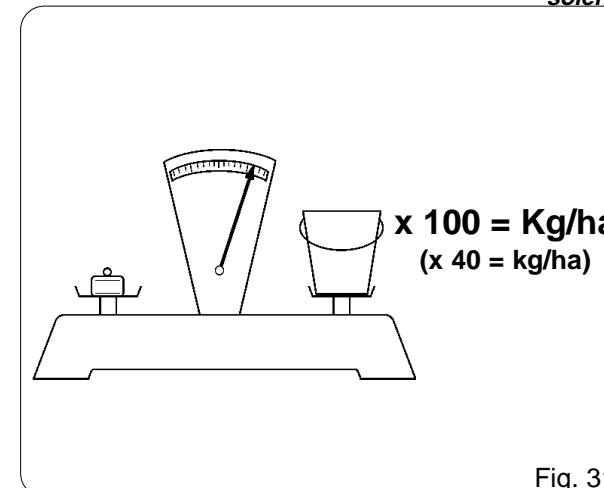

Fig. 31
- 7) Pesare la quantità di seme raccolto nelle vaschette e moltiplicarlo per 100 o per 40 in base alle rotazioni compiute, il valore ottenuto sarà la quantità in chilogrammi distribuita per ettaro (Fig.31).
- 7) Die in den Sammelbehältern gesammelte Saatgutmenge wiegen und unter Bezug auf die durchgeföhrten Drehungen mit 100 oder 40 multiplizieren. Das Ergebnis ist die in Kilogramm pro Hektar ausgestreute Saatgutmenge (Abb. 31).
- 7) Peser la quantité de semences contenue dans les bacs et la multiplier par 100 ou par 40 (selon les tours effectués); la valeur obtenue correspond à la quantité en kilogrammes distribuée sur un hectare (Fig. 31).